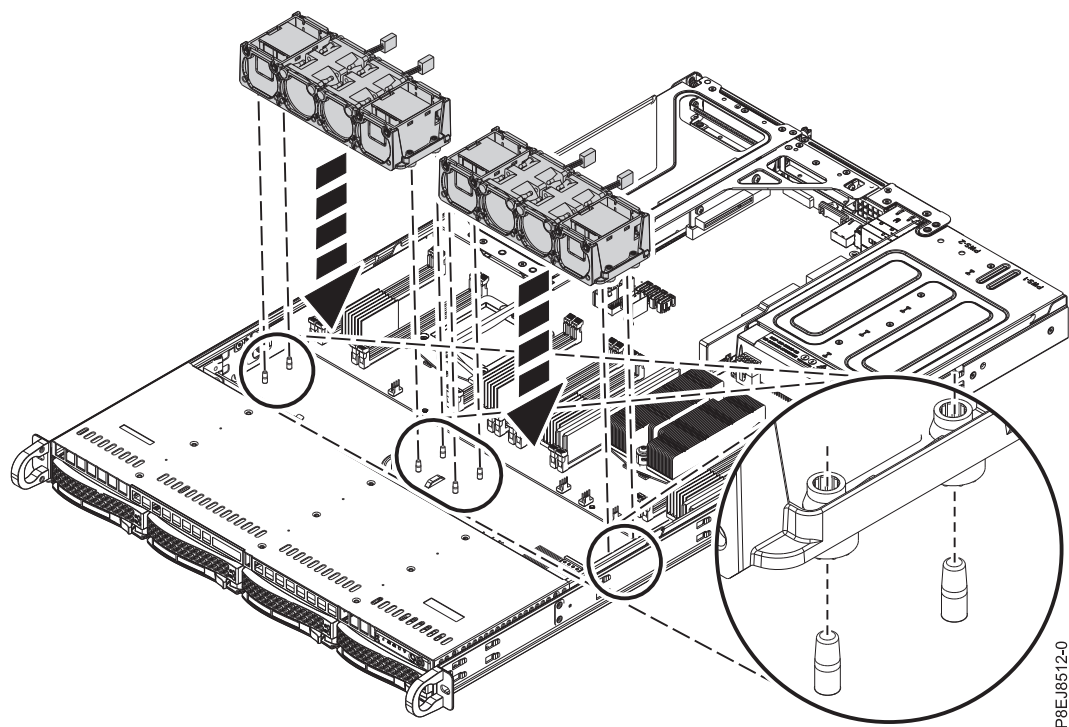

図 15. ファン・ホルダーの位置合わせ
3. ファン・ホルダーをシャーシに再取り付けします。 19 ページの図 15 に示されているように、ファン・ホルダーの穴とシャーシ下部のピンを位置合わせします。カバー・スイッチの近くにあるファン・ホルダーの場合は、一時的にカバー・スイッチのワイヤーを邪魔にならない位置に移動します。ファン・ホルダーがシステム内に収まったら、ワイヤーをファン・ホルダーの横に戻します。